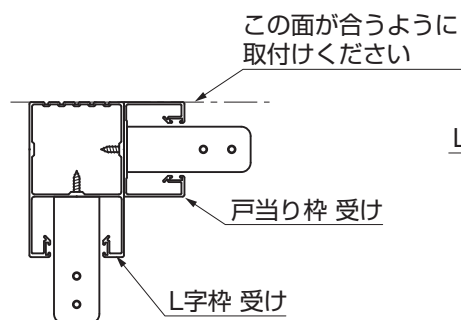

図1-3 戸当り受け位置
- L字枠 受け・戸当り枠 受けの位置は図1-3を参考にしてください。